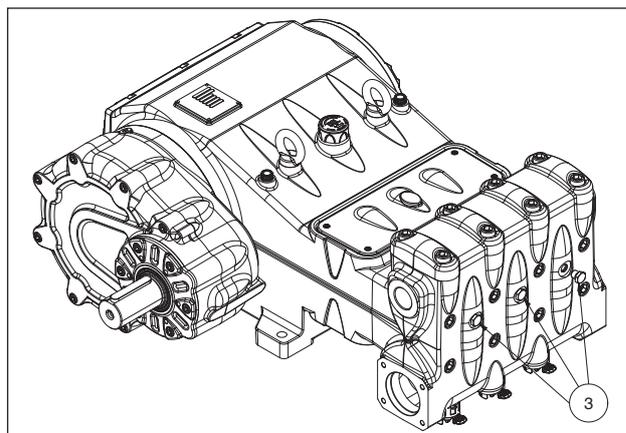

Рис. 11
**В случае проблем с всасыванием вследствие недостаточной подачи воды можно снять три пробки с передней стороны головки насоса (за исключением исполнения МК240) как указано на рисунке поз. ③ Рис. 11.**